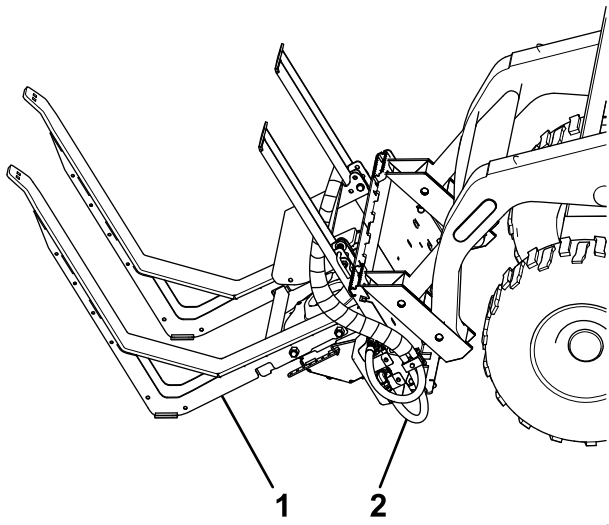

Figura 21
2. Desconecte las mangueras hidráulicas de la minicargadora y guárdelas en el soporte de las mangueras (Figura 21).
4. Baje la placa de enganche a la posición de descanso (Figura 21) hasta que se separe del armazón del esparcidor, y aleje lentamente la minicargadora del armazón en marcha atrás.